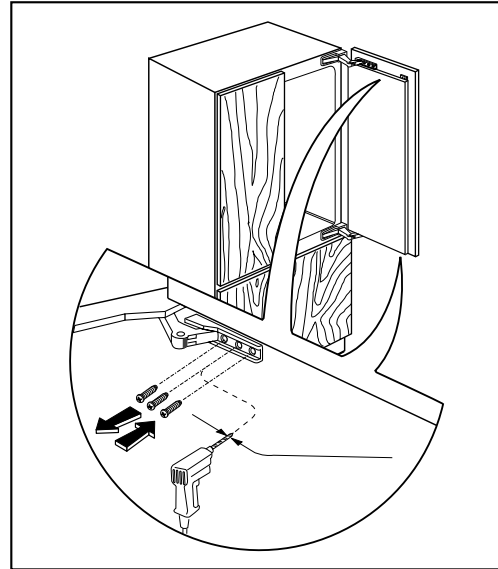

Fig. 11
- Rouvrir les portes et faire des trous avec une perceuse de **2,5 mm** au milieu des fentes horizontales de la charnière. Visser le tout et enlever les vis qui passent dans la fente verticale (Fig. 11).